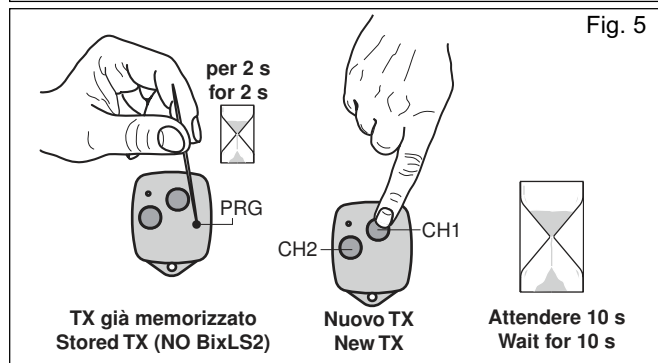

Fig. 5
4. DUPLICATION DE NOUVEAUX EMETTEURS (Fig. 5)
4. DUPLIZIEREN AUF NEUE SENDER (Abb. 5)